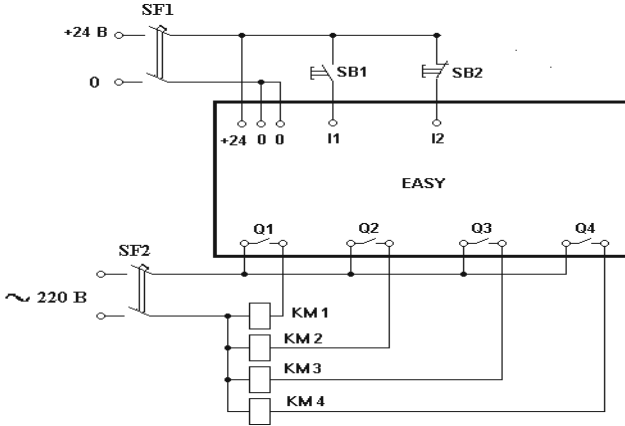
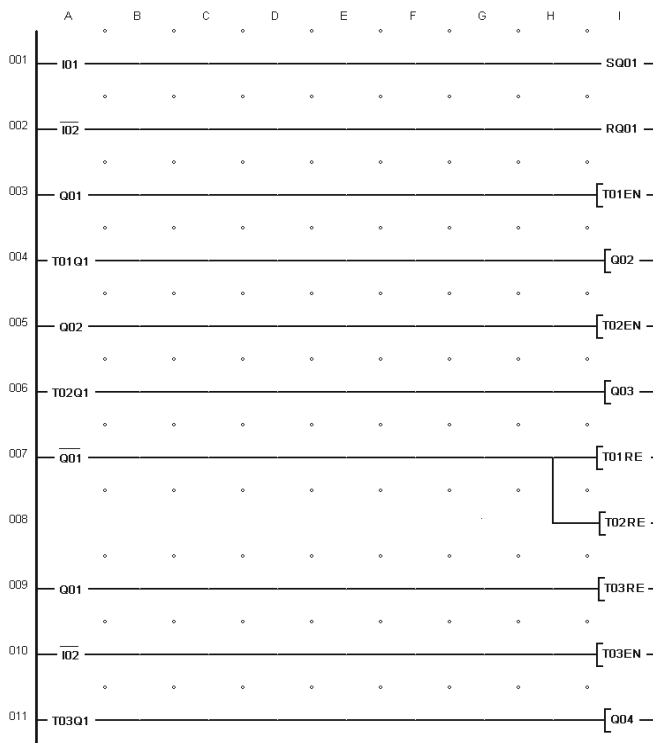

Рис. 9.11. Цепи управления реле EASY
Рис. 9.12. Схема соединений №4
Схема подключения. На рис. 9.11. показано подключение ко входам реле EASY кнопка управления пуском SB1 и торможением SB2, а также подключение катушек контакторов KM1-KM4 к выходам реле.
Схема соединений (программа, рис. 9.12).
Нажатие кнопки SB1 приводит к замыканию контакта I01 в схеме соединений и установке в единичное состояние катушки выходного реле Q01 (строка 1 схемы). Это соответствует замыканию контакта Q1 (рис. 9.11), подаче напряжения на катушку KM1, включению этого контактора и началу разгона двигателя. Замыкание контакта Q01 (строка 3 на рис. 9.12) запускает отсчет выдержки времени первого реле T01. По истечении выдержки времени замыкается контакт T01Q1 (строка 4), который обеспечивает перевод в единичное состояние выхода Q2, т.е. замыкание этого контакта (рис. 9.11), включение контактора KM2 и шунтирование первой ступени добавочного резистора. Замыкание контакта Q02 (строка 5) запускает отсчет выдержки времени второго реле T02. По истечении выдержки времени замыкается контакт T02Q1 (строка 6), который обеспечивает перевод в единичное состояние выхода Q3, т.е. замыкание этого
контакта (рис. 9.11), включение контактора КМ3 и шунтирование второй ступени добавочного резистора. Для перевода двигателя в режим торможения нажатием кнопки SB2 замыкают контакты I02 в схеме соединений. Замыкание контакта I02 в строке 2 схемы приводит к установке в нулевое состояние катушки выходного реле Q01, т.е. размыканию контакта Q1 и отключению контактора КМ1. Замыкание контакта I02 в строке 10 схемы запускает реле времени Т03, которое замыкает свой контакт Т03Q1 в строке 11 схемы и переводит в единичное состояние выход реле Q4, что обеспечивает включение контактора КМ4. По истечении выдержки времени контакт Т03Q1 размыкается и контактор КМ4 отключается. Для сброса реле времени и подготовки схемы к новому циклу работы используются контакты Q01 в строках 7-9 схемы.
Порядок выполнения лабораторной работы. В программе EASY-SOFT в режиме **Схема соединений** собрать схему, представленную на рис. 9.12. Установить выдержку времени на замыкание контакта у реле Т01 3 с, а реле Т02 – 2 с. Реле Т03 настроить на единичный импульс продолжительностью 4 с. Перейти в режим **Имитация**. В панели инструментов во вкладке **Принцип работы I/R** установить контакты без фиксации I1 как замыкающий, а I2 как размыкающий. Щелчком по кнопке **Показание** выбрать в открывшемся меню вывод на индикацию выходов реле (Q). Открыть вкладку **Входы I** и включить выполнение режима **Имитация**. Щелкнув по изображению контакта I1, во вкладке **Входы I**, наблюдать в панели свойств последовательность изменения состояний выходов Q1 Q2, Q3, которые соответствуют включению контакторов КМ1, КМ2, КМ3. Щелкнув по изображению контакта I2 наблюдать в панели свойств отключение выходов Q1 Q2, Q3 и включение в течение 4 с выхода Q4 с последующим отключением.
Перейти в режим **Коммуникация**. Перенести программу из компьютера в программируемое реле. Установить реле на панель управления лабораторного стенда и подключить его в соответствии со схемой, изображенной на рис. 9.11. Сопровитвления резисторов R1, R2, R3 установить в соответствии с указанием руководителя занятий. Перевести реле в режим RUN, и, нажав кнопку SB1, наблюдать последовательность включения контакторов, а по приборам, установленным на стенде, фиксировать значение угловой скорости и тока ротора двигателя, при которых происходит переключение ступеней добавочного резистора. Нажав кнопку SB2 наблюдать процесс торможения двигателя, зафиксировав по прибору значение его угловой скорости в момент отключения контактора КМ4. Для обеспечения одинаковых бросков тока во время переключения ступеней провести ручную с помощью кнопок на передней панели реле дополнительную настройку выдержек времени реле времени Т01, Т02. Для обеспечения отключения контактора КМ4 при полной остановке двигателя выполнить дополнительную настройку выдержки времени реле Т03. После настройки реле времени повторить процесс пуска и торможения двигателя.